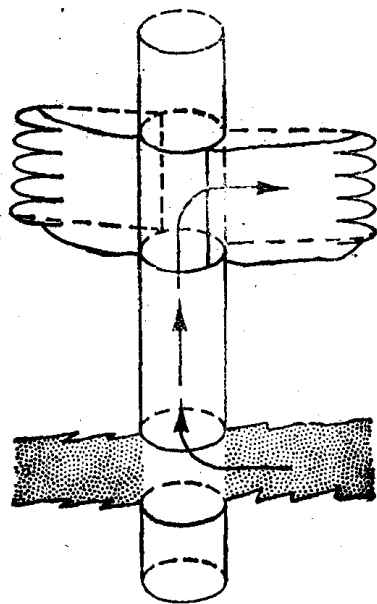

图 1-7 地下井喷
3. 地下井喷(图 1-7): 井内流体(气或水)从一个较深的高压层流入上部的漏层的现象(此漏层通常是诱导的垂直裂